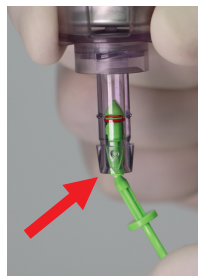

figure 8
- h) Retirez le côté saillant du piston de la seringue, comme illustré en figure 8.